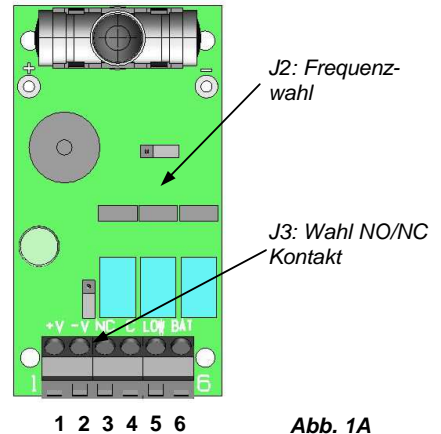

Abb. 1A (RX)
- Wählen Sie mit Hilfe der dazu vorgesehenen Jumper (J2, Abb. 1A und 1B) dieselbe Betriebsfrequenz an Sender und Empfänger: